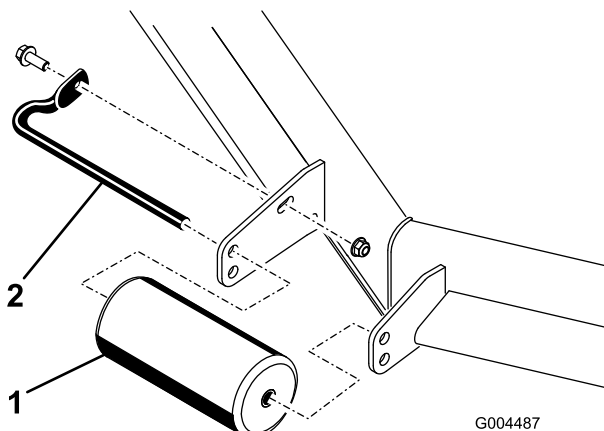
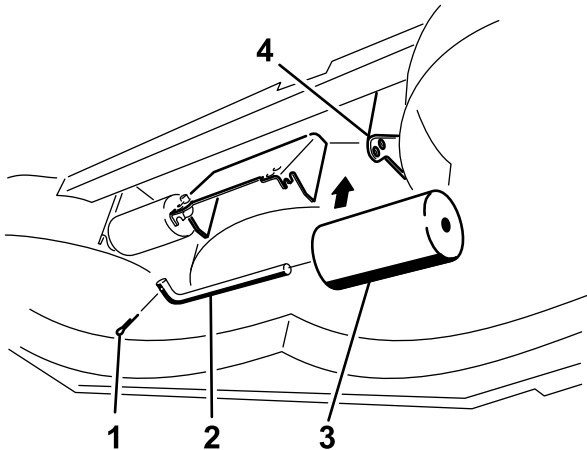

Bild 20
Bild 24
4. Nehmen Sie die Befestigungen ab, mit denen jede Rolle am Mähwerk befestigt ist, und schieben Sie die Rollen nach oben oder unten, siehe Bild 20 bis Bild 24 abhängig vom Mähwerk.